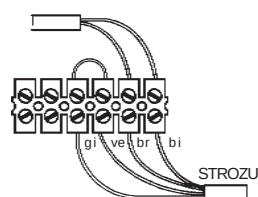

Fig. 8a
- Inserire i cappucci in gomma della scatola di derivazione sul cavo, collegare il cavo al morsetto. Fig. 8a + b
- Portare il cavo degli elementi di sicurezza alla scatola di derivazione e collegare come da Fig. 8a + b (non interrompere l'elemento disponibile).
- E' possibile collegare più elementi ai morsetti. Collegare con un ponticello l'analogico Fig. 8a + b con STROZU.